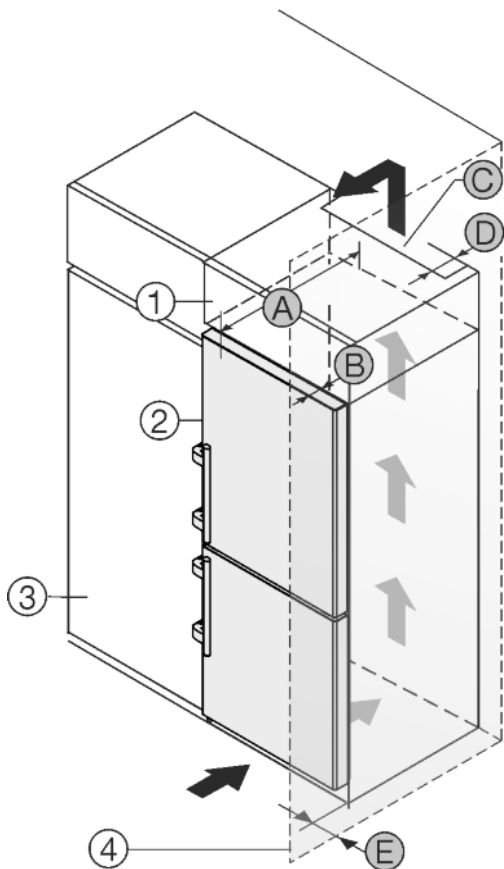

Fig. 41
Устройство может быть окружено кухонными шкафами. Чтобы уравнять устройство Fig. 41 (2) по высоте с кухонной стенкой, можно установить над устройством дополнительный шкафчик Fig. 41 (1).
Установить устройство можно непосредственно рядом с кухонным шкафом Fig. 41 (3). Чтобы можно было полностью открыть двери, устройство должно выступать на глубину Fig. 41 (B) относительно передней стенки кухонного шкафа. В зависимости от глубины кухонных шкафов и использования пристенных распорок устройство может выступать и больше.
- На задней стенке дополнительного шкафчика должен быть вентиляционный канал с глубиной Fig. 41 (D) по всей ширине этого шкафа.
- Нужно соблюдать вентиляционное отверстие Fig. 41 (C) под нижней панелью.
Если устройство установлено на шарнирах у стены Fig. 41 (4), то нужно соблюдать расстояние Fig. 41 (E) между устройством и стеной. Настолько выступает ручка при открытой двери.